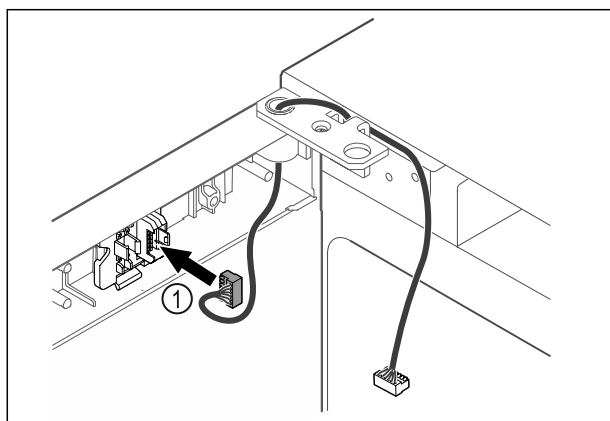

Fig. 45
- ▶ Utakните utikač Fig. 45 [1] u držač utikača.